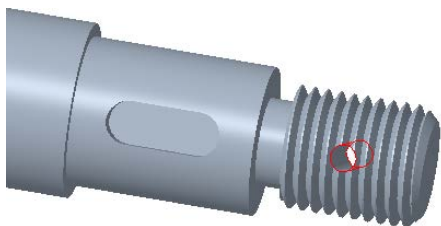

图 13-22 拉伸切除出的通孔
- 6 在“拉伸”选项卡中单击“完成”按钮，创建图 13-22 所示的一个通孔。